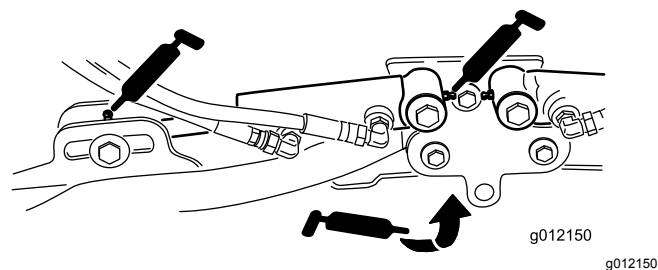

Figure 77
- Vérins des bras de levage des unités de coupe (x 2) (Figure 77)
- Pivots des bras de levage (x 1) (Figure 77)